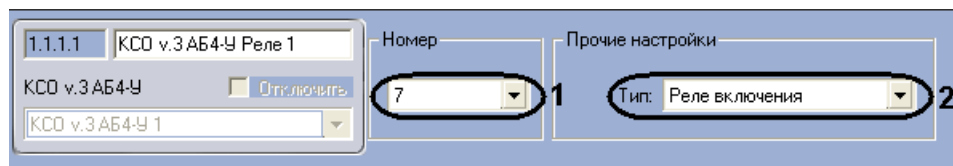

Рис. 3.2—9 Настройка реле АБ4-У
1. Выбрать номер соответствующего выхода управления АБ4-У в списке **Номер** (Рис. 3.2—9, 1).
2. Выбрать типа реле из соответствующего списка (см. Рис. 3.2—9, 2).